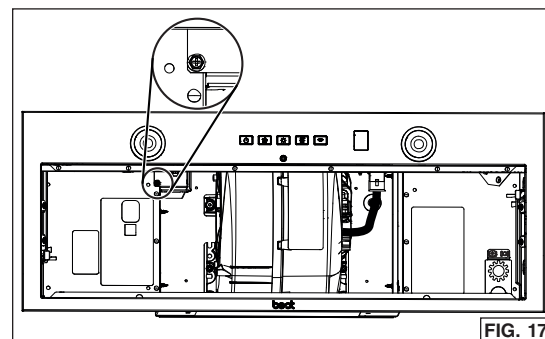

FIG. 17
5. Retirer et se défaire de la vis encrclée dans la FIG. 17.